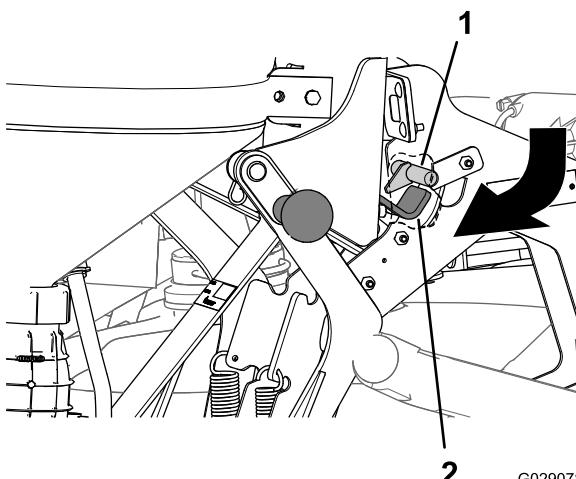

図 34
3. エダクタのハンドルを外側下方に向けて引いて、バックプレートの車体内側にあるフックをメインサポートフレームアセンブリのラッチロッドから逃がす 図 34。
- クレードル上部のハンドルを押し込んで、ラッチのフック部分をメインサポートフレームのラッチロッドの後に合わせる 図 34。